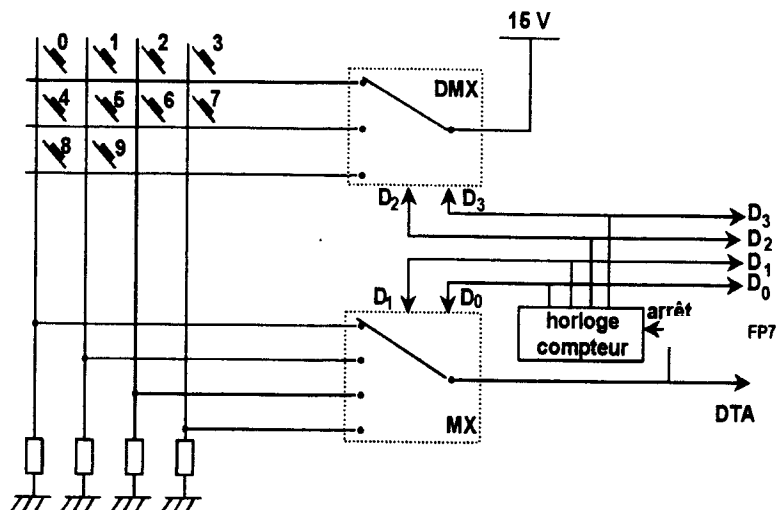

Figure 10 : Nouvelle structure de FP1 pour saisir la vitesse de la perceuse
La structure actuelle de FP1 ne permet pas une telle précision. L'interrupteur rotatif de FP1 est remplacé par un clavier numérique à 10 touches, numérotées de 0 à 9. Pour choisir une vitesse parmi les 40 possibles, l'utilisateur devra saisir sur le clavier les 2 chiffres correspondant à la vitesse désirée. Exemple : touche 1 puis touche 7 pour programmer la vitesse de 1700 tr.min-1. Comme le montre la *figure 10*, le clavier utilisé est un clavier matriciel, associé à un multiplexeur MX et à un démultiplexeur DMX.
*Remarque :* Sur la *figure 10*, le MX et le DMX sont représentés dans la position correspondant à la mise à zéro de toutes leurs entrées d'adresse.
**V - 3** - La scrutation du clavier, doit être effectuée environ 100 fois par seconde. Proposez un schéma structurel réalisant le bloc « Horloge Compteur » de la figure 10, en mettant en œuvre le circuit 4093 pour réaliser l'horloge, et des circuits 4027 (des bascules JK) pour réaliser le compteur synchrone. La documentation constructeur du circuit 4093 est fournie en bas de cette page. Tous les composants annexes devront être dimensionnés, en choisissant les résistances dans la série E24, et les condensateurs dans la série E3. On précise que la tension d'alimentation de FP1 est de 15V, et que le rôle du signal DTA sur la figure 10 est d'arrêter la progression du compteur.